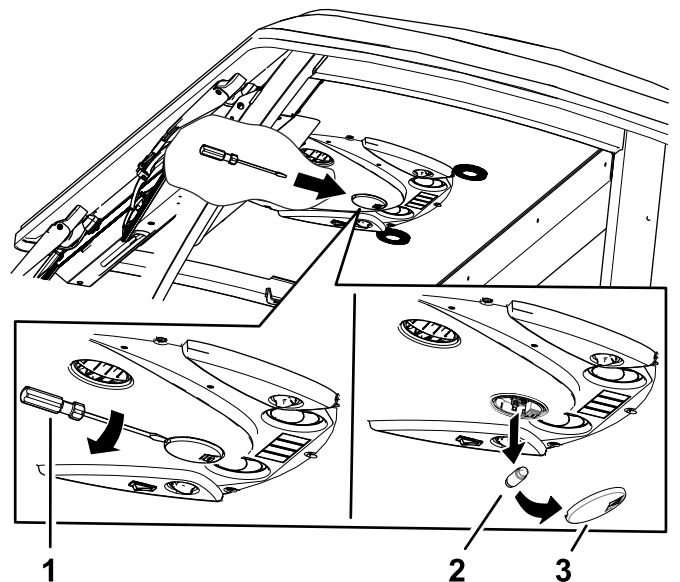

Figure 88
1. Avec un tournevis, enlevez le verre du panneau de commande (Figure 88).
2. Retirez l'ampoule du culot (Figure 88).